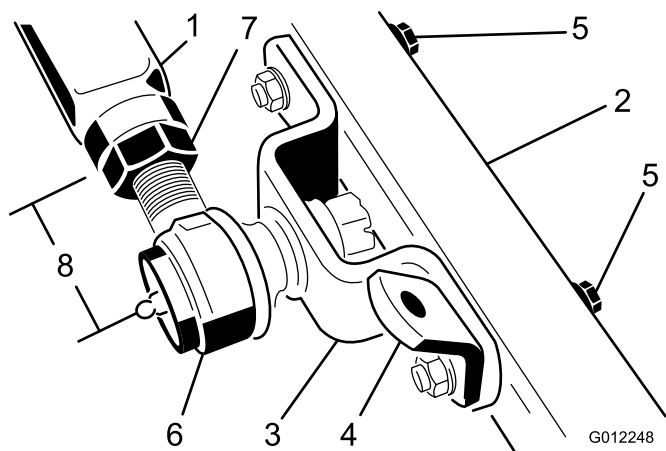

Figura 7
1. Retire los 2 tornillos de caperuza, arandelas planas y tuercas con arandela prensada que sujetan el soporte de articulación esférica izquierdo y la pletina de enganche de la cadena al brazo de rueda giratoria izquierdo (Figura 7). Retire el soporte de la articulación esférica y la pletina de enganche de la cadena.
2. Retire el pasador y la tuerca almenada que sujetan el soporte de la articulación esférica izquierda al brazo de empuje izquierdo de la unidad de tracción. Instale el soporte de la articulación esférica (retirado del brazo de la rueda giratoria) al brazo de empuje con la tuerca almenada y el pasador que retiró anteriormente (Figura 7).
3. Mida la distancia entre el extremo del brazo de empuje izquierdo hasta el centro de la articulación esférica (engrasador) (Figura 7). La distancia debe ser de 64 mm. Si la distancia no es de 64 mm, afloje la contratuerca que sujeta la articulación esférica al brazo de empuje y gire la articulación esférica hacia dentro o hacia fuera hasta que la distancia sea correcta (Figura 7). No apriete todavía la contratuerca.